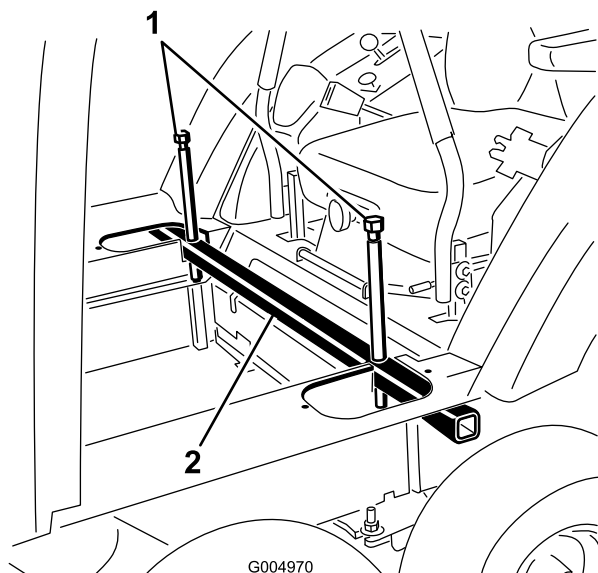

Figure 41
10. Abaissez la cabine en position en desserrant lentement les boulons de levage à chaque extrémité du tube de levage (Figure 41).